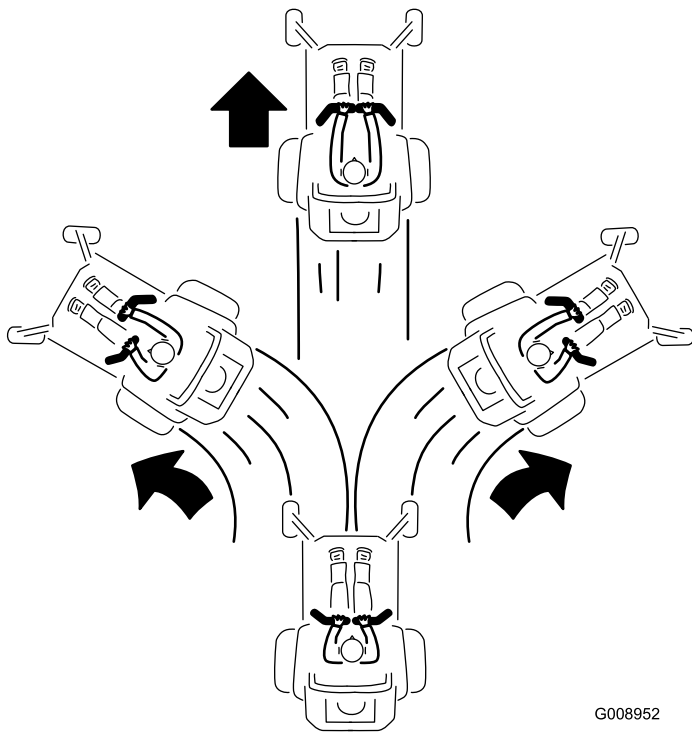

Figura 24
3. Para andar para a frente empurre as alavancas de controlo do movimento para a frente (Figura 24).